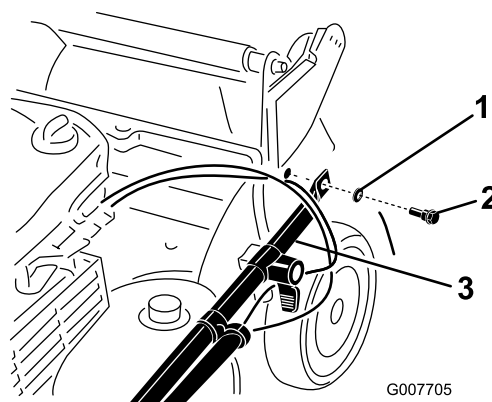

Figure 4
3. Fixez les extrémités du guidon au carter de tondeuse avec 2 rondelles et 2 boulons (Figure 4), **mais ne serrez pas les boulons.**
Important: Acheminez les câbles à l'extérieur du guidon (Figure 4).